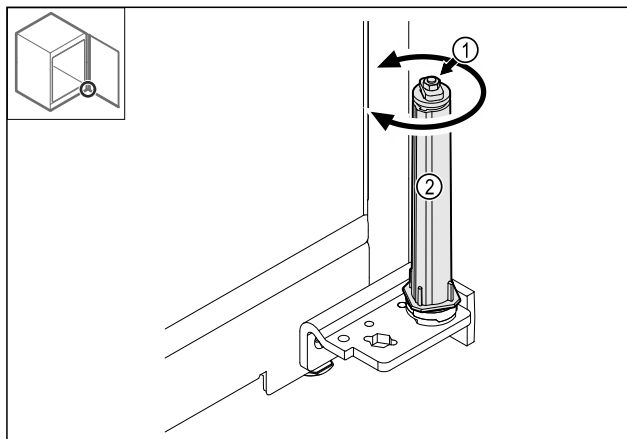

Fig. 32
- Ne razstavljajte vijačne povezave Fig. 32 (1) sistema za zaklepanje.
- Obračajte sistem za zaklepanje Fig. 32 (2), dokler ne klikne.